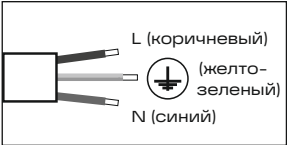

Рис. 4
- 5.14 Для выполнения электрических подключений обратиться к схеме на рис. 4 или 5 (для версии DALI 2.0) **Внимание!** Для подключения кабеля требуется использовать герморазъемы или электрораспределительную коробку со степенью защиты не ниже IP65.